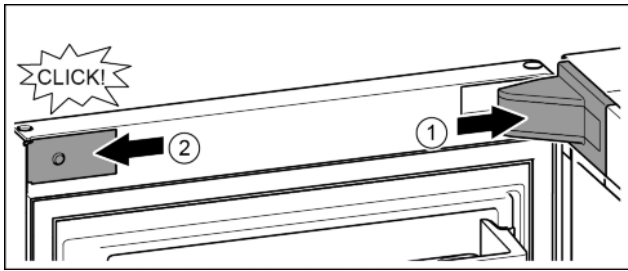

Fig. 24
- ▶ Abdeckung aufsetzen und einrasten, ggf. vorsichtig auseinanderdrücken. Fig. 24 (1)
- ▶ Abdeckung seitlich ansetzen und einrasten. Fig. 24 (2)